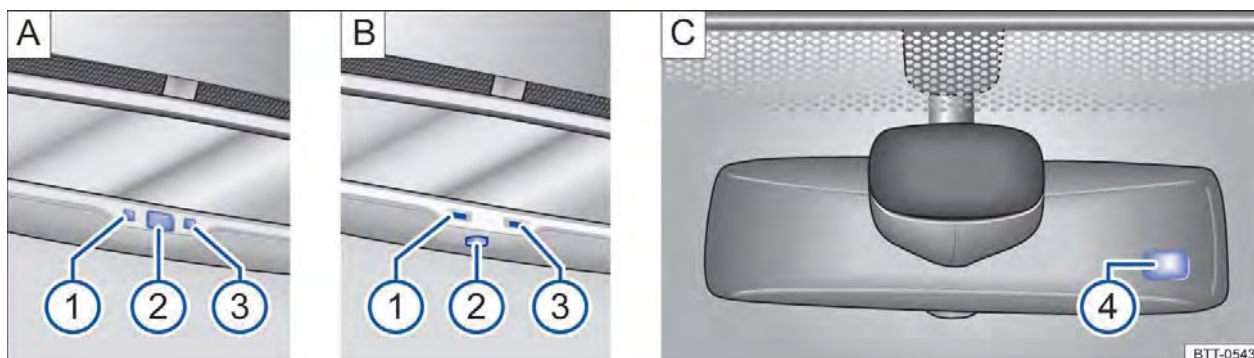

Fig. 95 No para-brisa: espelho retrovisor interno com antiofuscante automático.
Legenda para Fig. 95:
- ① Luz de controle.
- ② Interruptor.
- ③ Sensor para reconhecer a incidência de luz por trás.
- ④ Sensor para reconhecer a incidência de luz pela frente.
O antiofuscamento automático pode ser ligado e desligado com o interruptor no espelho retrovisor interno $\Rightarrow$ Fig. 95 A ② ou $\Rightarrow$ Fig. 95 B ②. Com o antiofuscamento automático ligado, a luz de controle $\Rightarrow$ Fig. 95 A ① ou $\Rightarrow$ Fig. 95 B ① se acende.